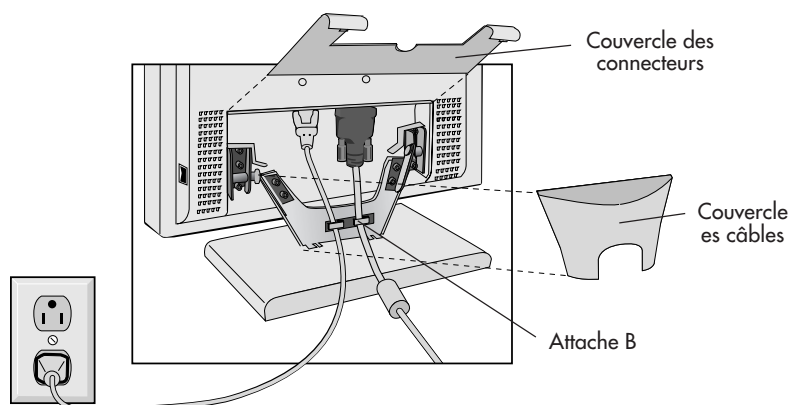

Figure C.1
4. Branchez le mini-connecteur D-SUB à 15 broches de câble vidéo aux connecteurs appropriés à l'arrière du moniteur. Branchez le câble vidéo sous l'attache B (**Figure C.1**).
5. Connectez une extrémité du câble d'alimentation sur l'adaptateur CA et l'autre extrémité sur la prise de secteur. Faites glisser le câble à signal vidéo et le câble d'alimentation électrique ca dans les fixations (**Figure C.1**). Remplace connecteur étui et étui câble.